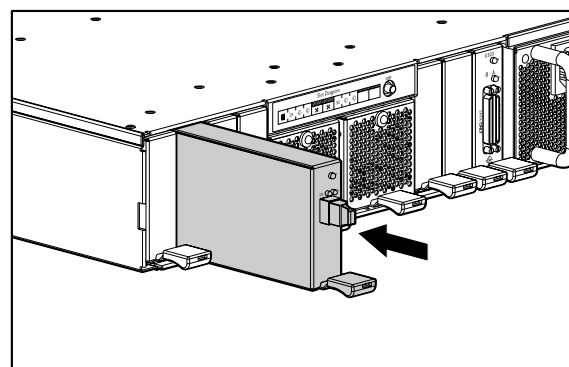

Figure 11 : Installation du module E/S Fibre Channel
1. Faites glisser le module E/S Fibre Channel dans le compartiment jusqu'à ce qu'il se mette en place, comme le montre la Figure 11.